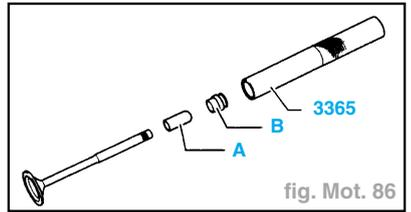

fig. Mot. 86
- Enfiler la douille plastique (A) sur la tige de soupape (fig. Mot. 86).
- Huiler le joint tige de soupape (B) et le glisser délicatement sur le guide de soupape en utilisant l'emmanchoir MP 1-233.